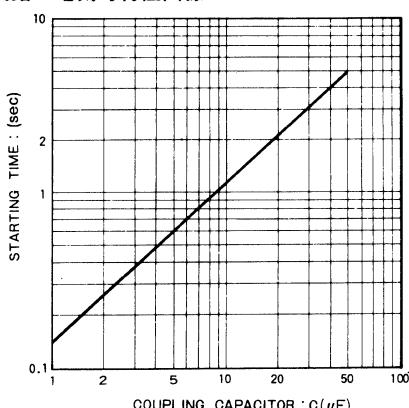

Fig.15 電源投入時での立上り時間
4.7 μF が推奨値です。この容量は電源投入時の立上り時間と関係があり、その関係は Fig.15 のようになります。容量が小さく 1 μF 程度になると、電源投入時の過渡音が大きくなります。